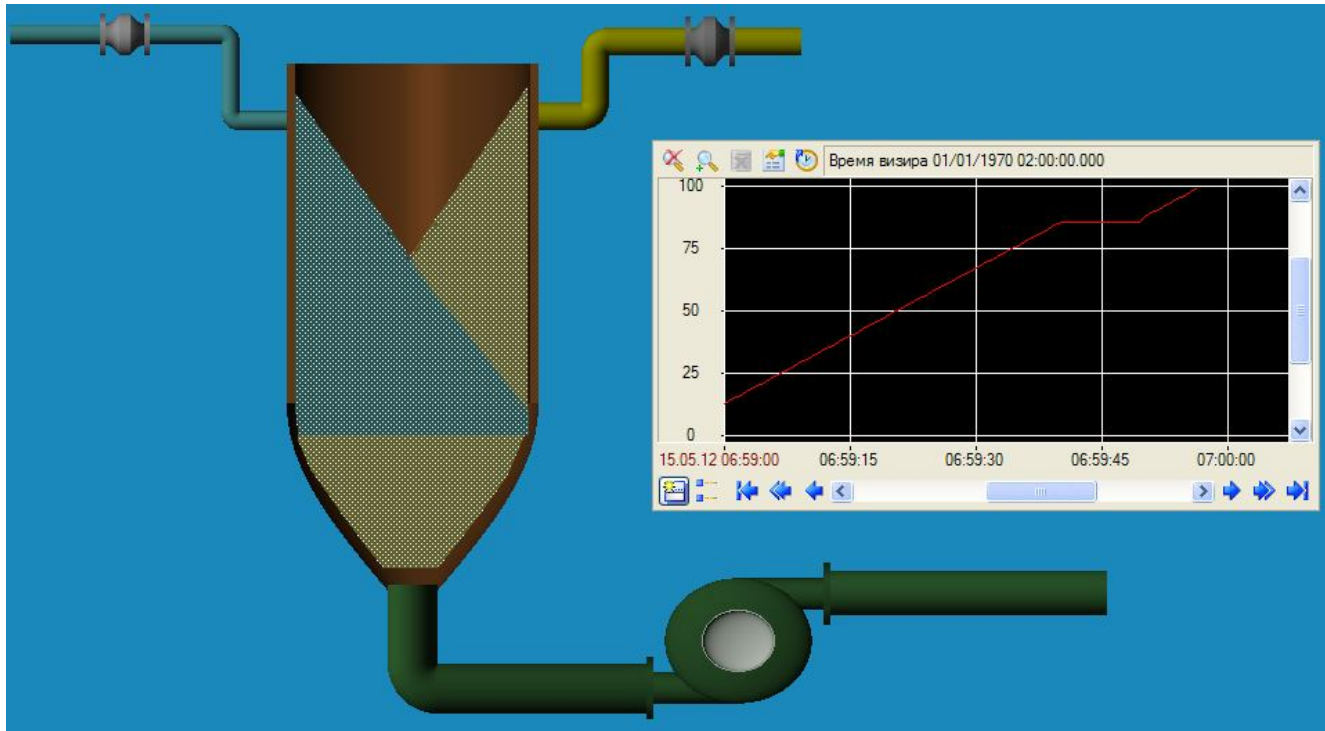

Рис.3.9. Результат.
5. Зберегти проект для MPV. Відкрити профайлер, запустити збережений проект. Має бути результат зображений на рис.3.9.